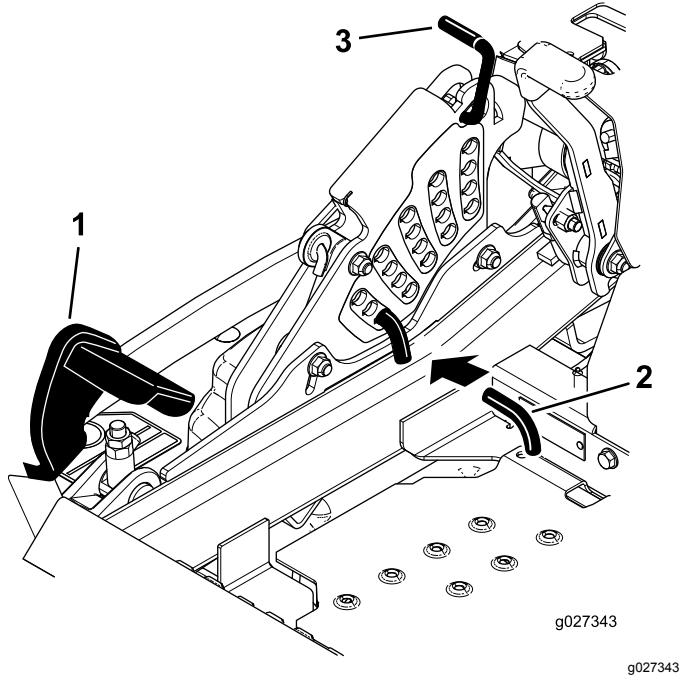

Figura 95
5. Spingete il pedale di sollevamento del piatto di taglio completamente avanti e i fermi del piatto in posizione di trasporto di 14 cm (Figura 95).